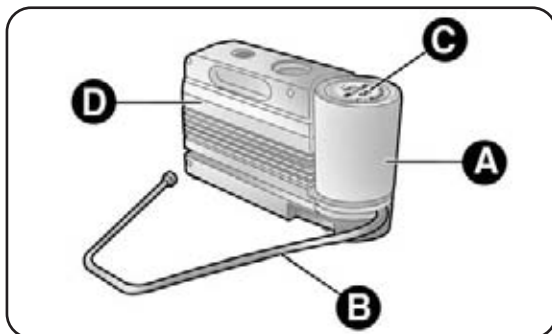

fig. 13
- una bomboletta A-fig. 13 contenente il liquido sigillante, dotata di: tubo di riempimento B e bollino adesivo C recante la scritta "max. 80 km/h", da mettere in posizione ben visibile (es. sulla plancia portastrumenti) dopo la riparazione pneumatico;